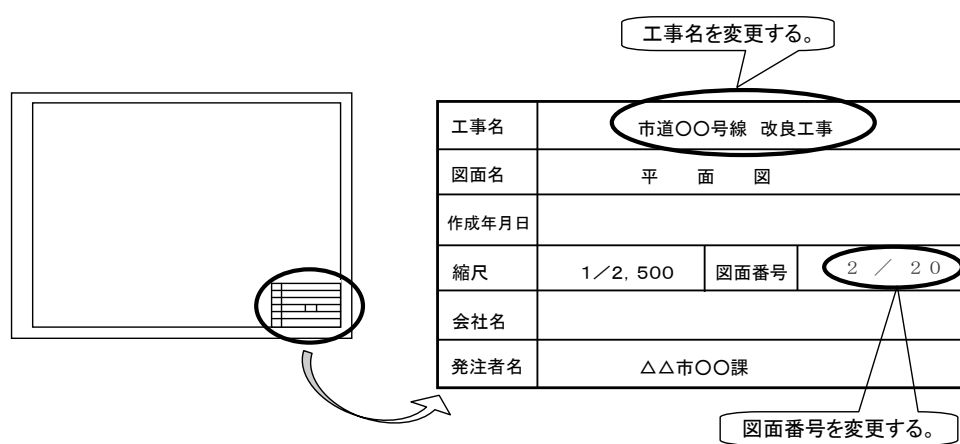

図 2-2 表題欄の工事名及び図面番号等の修正イメージ
- 「2.1.3. (1) 発注用CAD図面作成」に従って図面の表題欄の工事名及び図面番号等を修正する。(表 2-2 作図におけるレイヤ名及び代表色 (参考)) 例えば図枠を編集する場合、レイヤ名の1階層目の名称が「図枠」または「T T L」と命名されたレイヤ上で修正を行う。(図 2-2 参照)
追加図面と発注図の順番を組み直し、図面の表題欄の図面番号等を修正する。手引き【工事編】に従って作成されたC A D図面の場合は、レイヤ名の1階層目の名前が「図枠」または「T T L」のレイヤを修正する。(図 2-2 参照)